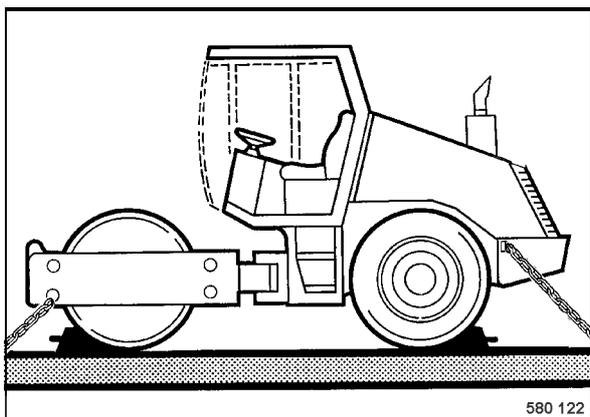

fig. 52
- Arrimer la machine sur le moyen de transport par les quatre oeilletons des châssis avant et arrière (fig. 52).